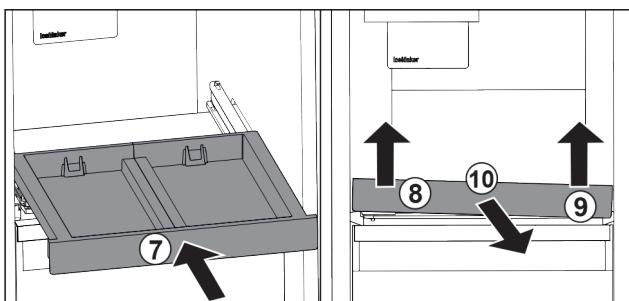

Fig. 101
- Вставити витяжну панель. Fig. 101 (7)
- Підняти витяжну панель спереду ліворуч. Fig. 101 (8)
- Підняти витяжну панель спереду праворуч. Fig. 101 (9)
- Витяжну панель витягнути вперед. Fig. 101 (10)